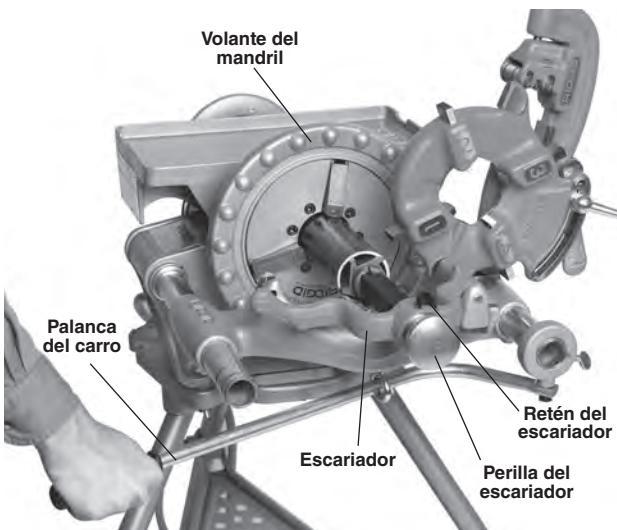

Figura 22 - Escariado con el escariador No. 341
2. Para extender el escariador, presione el retén y deslice la perilla hacia el tubo hasta que el retén encaje el extremo de la barra (*Figura 22*).